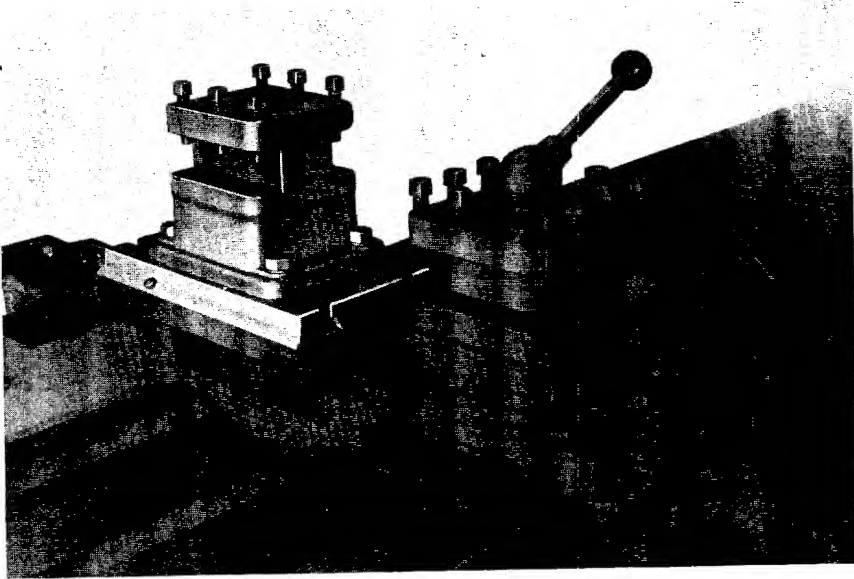

Bild 19.
I. HINTERER EINFACHER STAHLHALTER (Abb. 19)